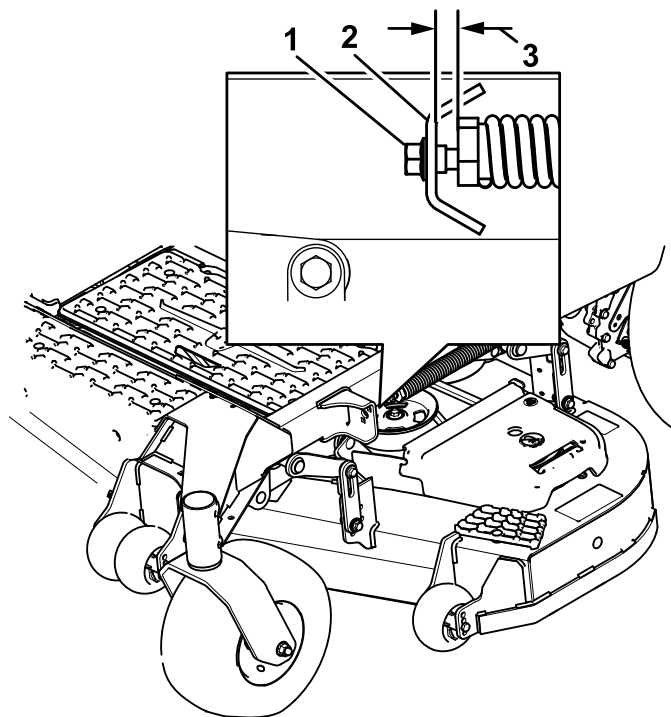

Figura 96
10. Afloje lentamente el tornillo de ajuste del muelle auxiliar de elevación hasta que pueda retirar el tornillo (Figura 96).